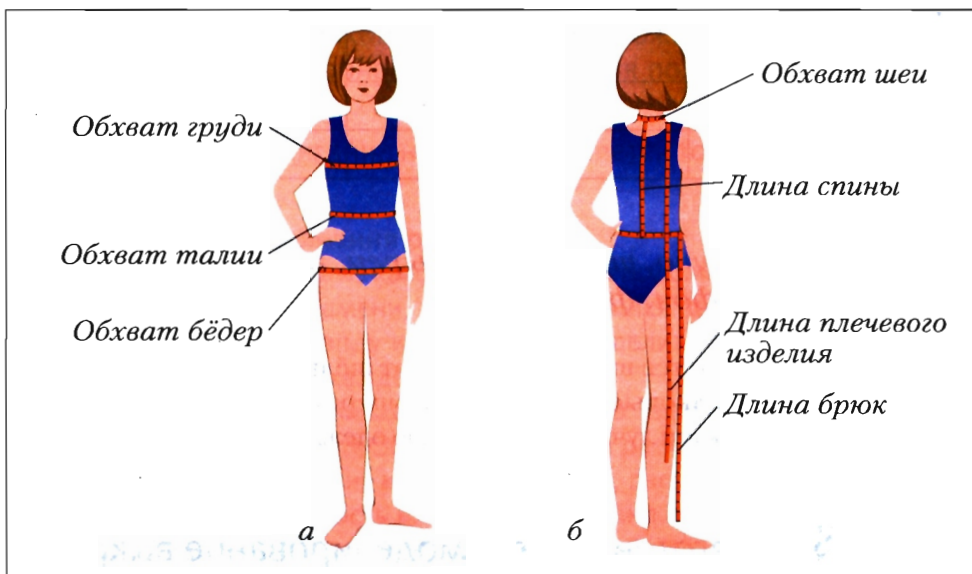

Рис. 13. Снятие мерок
Для изготовления выкройки швейного изделия нужно снять основные мерки (рис. 13).
*Обхват груди* (Ог) — сантиметровая лента проходит горизонтально, сзади — по лопаткам, через подмышечные впадины, спереди — через выступающие точки грудных желёз (рис. 13, а).
*Обхват талии* (От) — сантиметровая лента проходит горизонтально вокруг туловища на уровне талии (рис. 13, а). Эла-
*Обхват бёдер* (Об) — сантиметровая лента проходит горизонтально вокруг бёдер (рис. 13, а), сзади — по выступающим точкам ягодиц, спереди — с учётом выпуклости живота.
*Длина спины до талии* (Дтс) — сантиметровая лента проходит от седьмого шейного позвонка по позвоночнику до шнурка, фиксирующего линию талии (рис. 13, б).
*Длина плечевого изделия* (Ди) — сантиметровая лента проходит вертикально — от самой высокой точки плеча параллельно позвоночнику до желаемой длины изделия (см. рис. 13, б).
*Длина поясного изделия* (Ди) для юбки — через правую ягодицу, для брюк — по боковой поверхности бедра, с правой стороны фигуры (см. рис. 13, б).